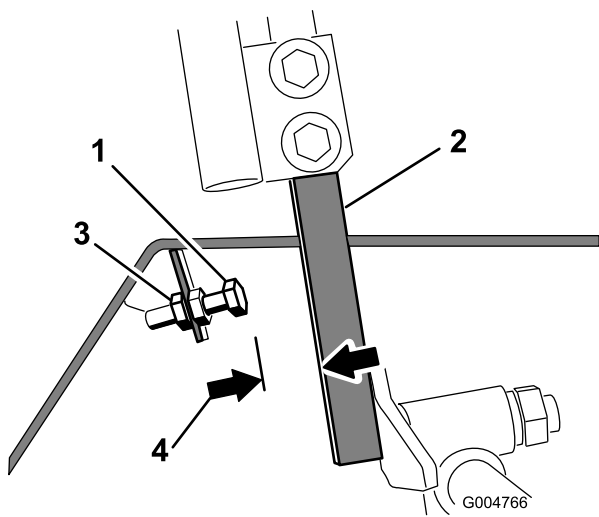

Bild 66
4. Lösen Sie für einen der Fahrtriebshebel die Klemmmutter an der Anschlagsschraube (Bild 66).